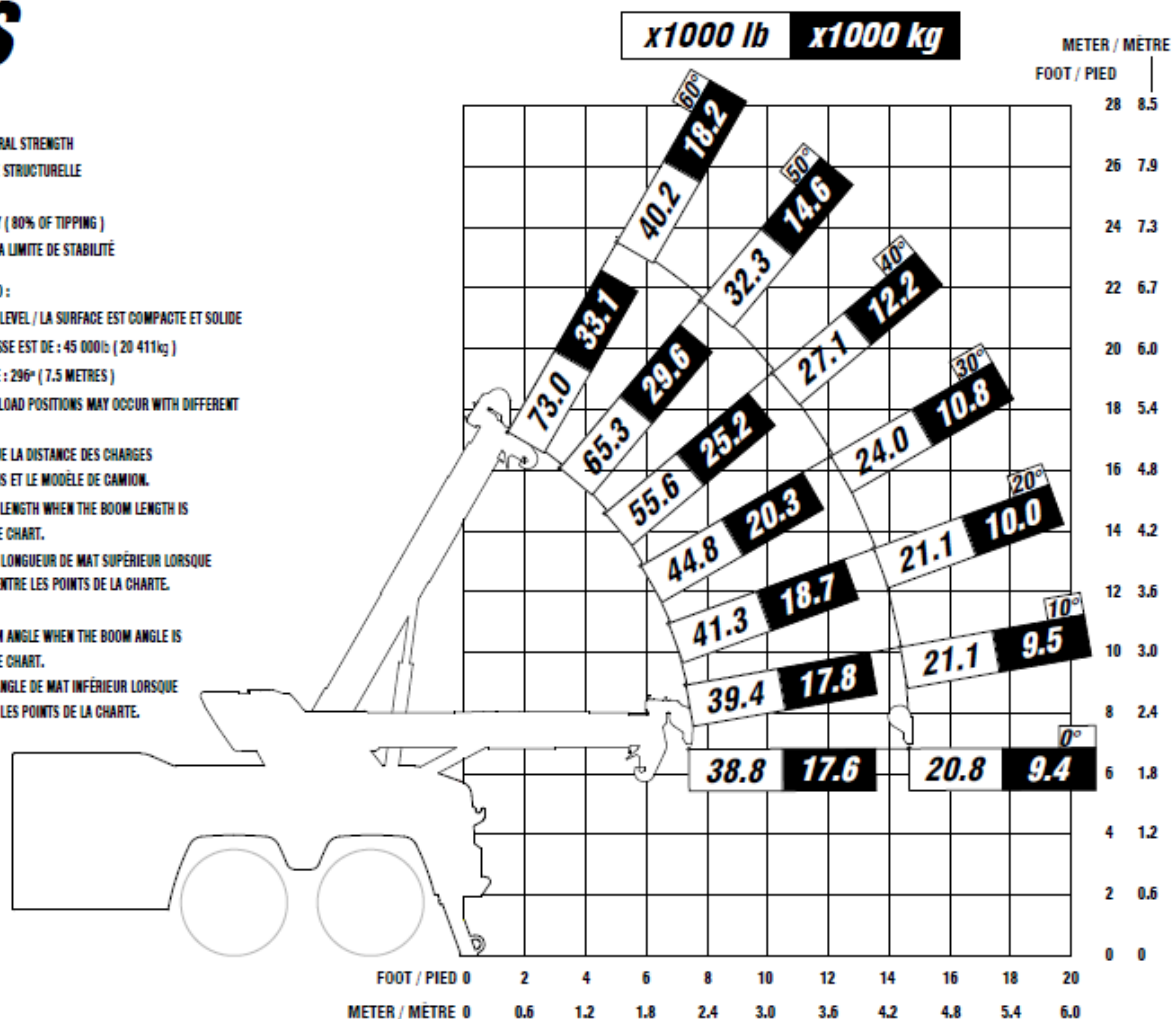

FIGURE 13 – CAPACITÉ DE LEVAGE DU MODÈLE 30CS
- Figure 13 – Capacité de levage du modèle 30CS